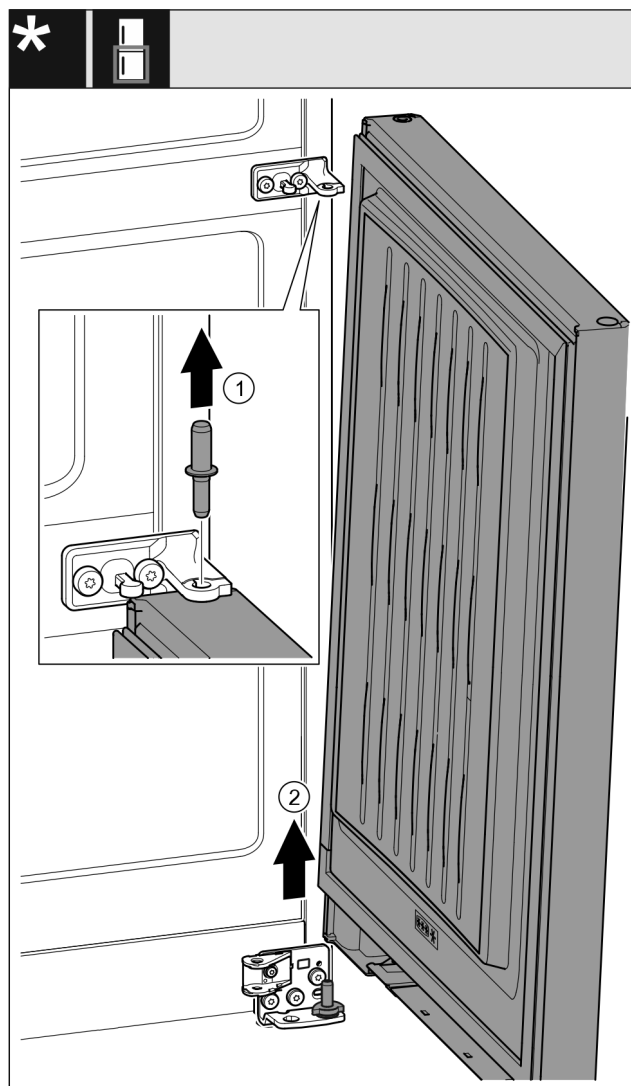

Fig. 31 Z amortyzatorem zamykania*
- Wyjąć sworznie Fig. 31 (1) w górę.*
- Wyjąć drzwi Fig. 31 (2) pociągając w górę, a następnie odstawić z boku.*